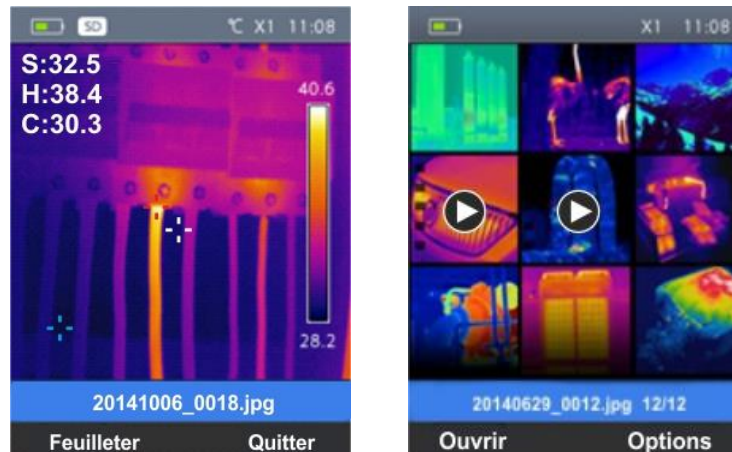

Fig. 31 : Rappel image ou vidéo à l'écran
1. Appuyer sur la touche . L'instrument affiche la dernière image/vidéo sauvegardée (voir Fig. 31 - Partie gauche)
3. Appuyer sur la touche « Feuilleter » pour accéder à la galerie d'images/vidéos sauvegardées (voir Fig. 31 - côté droit)